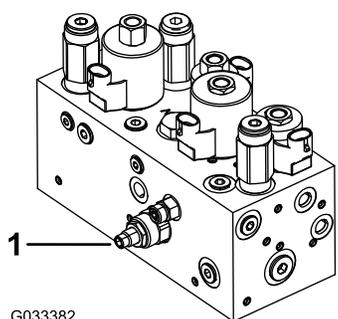

図 47
本機のカッティングユニット昇降回路にはフローコントロールバルブ **図 47** がついています。このバルブは出荷時に約3 回の開度に調整されていますが、作動油の温度、作業速度などにより調整が必要になる場合があります。以下の手順で調整します
1. 運転席を上げ、センタープルフレーム用フローコントロールバルブ **図 47** を露出させる。バルブは油圧マニホールドの側面についている。